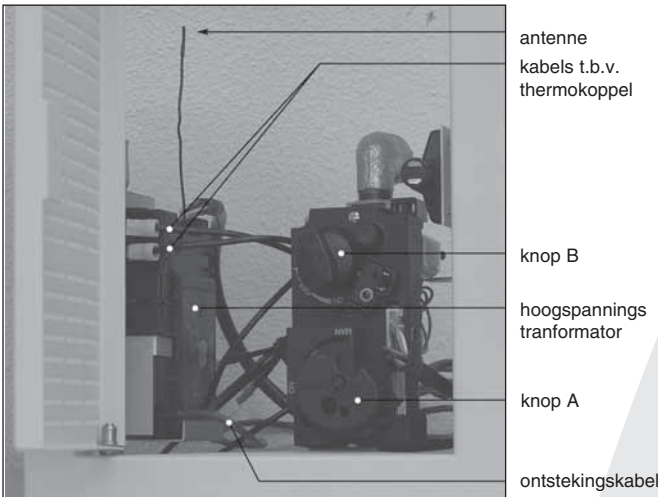

fig. 23
- Plaats de ontvanger in het bedieningskastje zoals aangegeven op Fig 23.
- !Let op** Plaats de antenne niet te dicht bij de ontstekingskabel en/of metalen delen (zie voor juiste positie Fig. 23);
De ontvanger bevindt zich in het bedieningskastje (zie fig. 23).
- Plaats de ontvanger zoals aangegeven op fig. 23
- Plaats de antenne van de ontvanger niet te dicht bij de ontstekingskabel en/of metalen delen: zorg ervoor dat de antenne omhoog wijst (zie voor de juiste positie fig. 23).